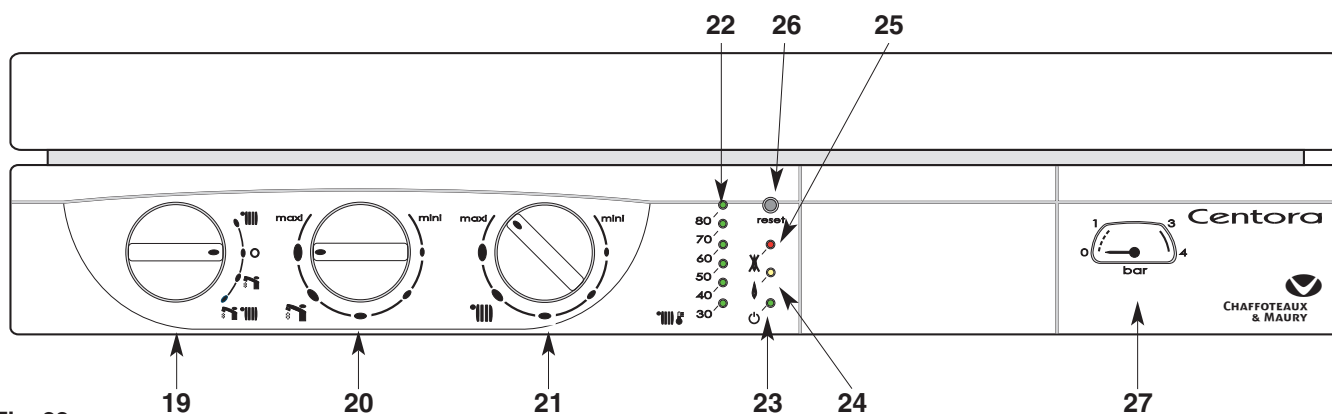

Fig. 22
### Tableau de bord (fig. 22)
- Placez le commutateur **19** (fig. 22) en position «   » voyant vert **23** allumé ; le voyant orange **24** (fig. 22) s'allume chaque fois que le brûleur entre en fonction.
Le bouton de réglage du chauffage **21** «  » (fig. 22) donne la possibilité d'ajuster la température de l'eau du circuit de chauffage en fonction des besoins saisonniers.
L'indicateur **22**  (fig. 22) affiche cette température.
- Placez le commutateur **19** en position « **O** » le voyant vert **23** (fig. 22) reste allumé. La fonction hors gel de la chaudière reste active.
*Ne pas oublier de le rouvrir en début de saison de chauffage, lorsque l'on replace le commutateur **19** (fig. 22) en position «   ».*